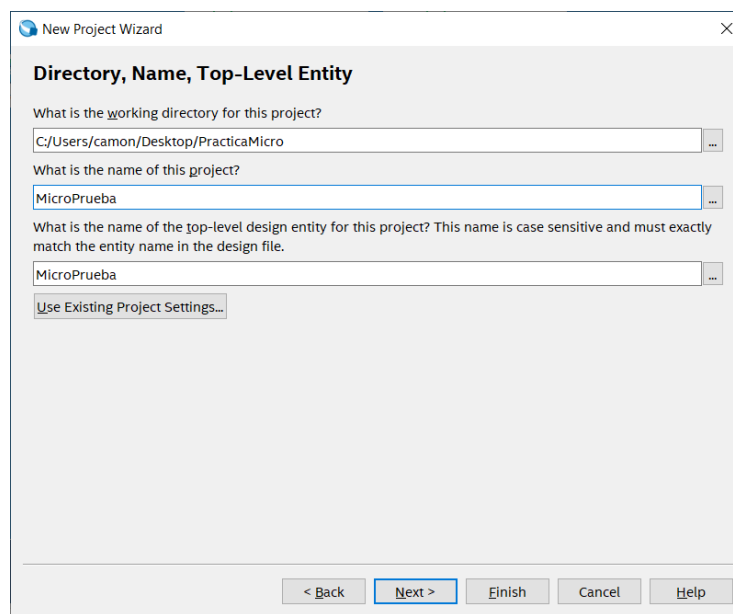

Figura 2. Nombre y Ubicación del Proyecto.
- En la primera línea escoja la ruta donde va a crear su proyecto, en este caso, la ruta será la carpeta **PracticaMicro** que fue creada en el procedimiento 1 y que se encuentra en el escritorio. En la siguiente línea escoja como nombre del proyecto **MicroPrueba**, tal como se visualiza en la Figura 2. Luego de clic en **Next**.